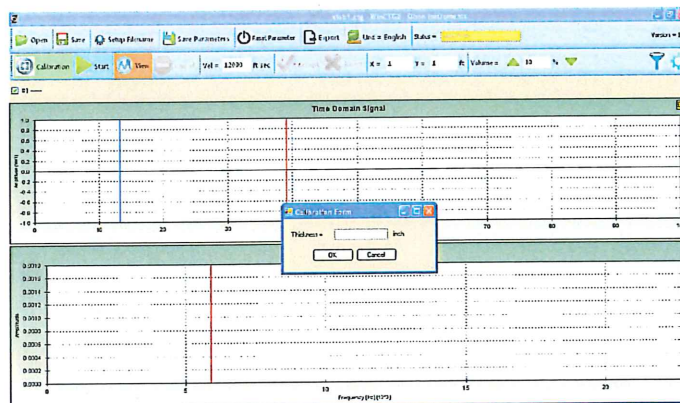

図 4-6 厚さ既知の場所での音速校正（既知の厚さの入力）
1. ツールバーの“校正 (Calibration)” を選ぶと、図 4-6 に示すような“厚さ = (Calibration Form)” ダイアログボックスが開きます。